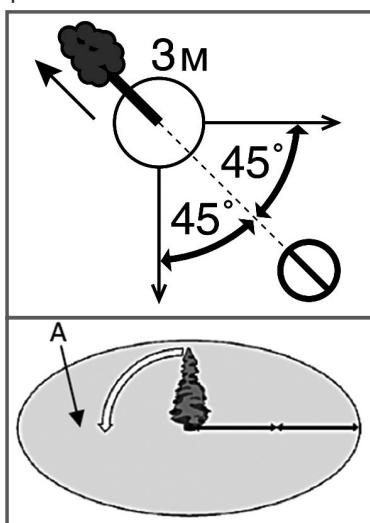

Рис. 11 Зона безопасности при валке дерева
- по диагонали в сторону, противоположную направлению падения, под углом 45 градусов, необходимо отойти минимум на 3 метра от ствола, на тот случай, если во время падения комель дерева отскочит в сторону. Зона безопасности (A) должна быть не менее $2\frac{1}{2}$ высоты дерева (Рис. 11). Выберите направления падения дерева, для этого следует учесть силу и направление ветра, естественный наклон дерева, равномерность распределения веток в кроне дерева.